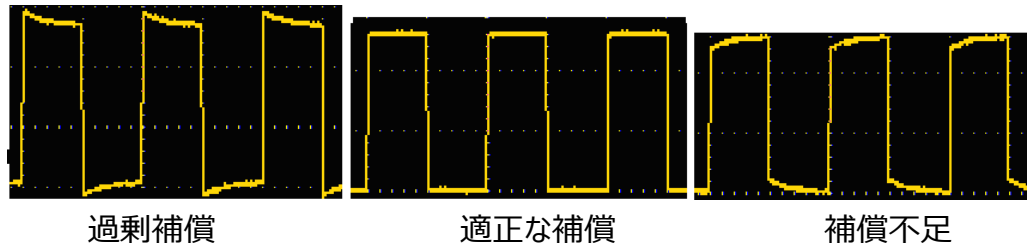
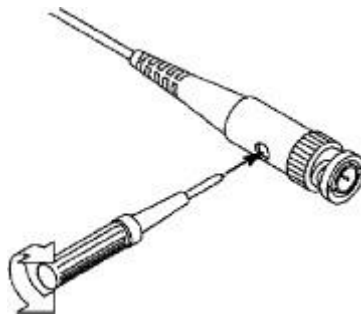

Figure 3-6 プローブ補償のときの表示波形
Figure 3-7 プローブ補償調整
2. 表示される波形を確認しながら、プローブの補償調整用トリマを回して適正になるように調整します。(Figure 3-6, Figure 3-7)